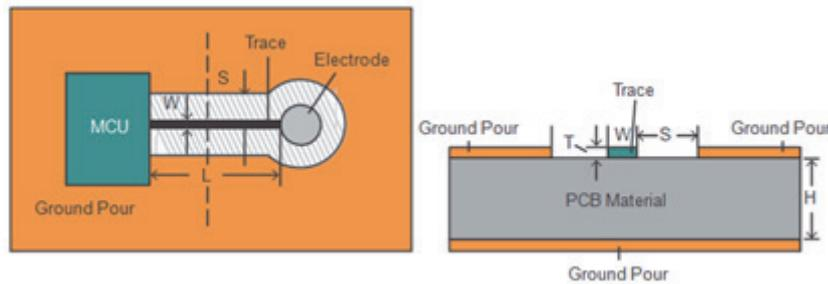

图 15: PCB 中走线的顶视图和截面图
走线的寄生电容由几个主要和次要的因素组成。简单来说， C_{trace} 是在电极走线和底层的地之间，以及电极走线和周围的铺地之间形成的电容，它是寄生电容的主要来源。。典型双层 PCB 的顶视图和截面图示于图 15。电容 C_{trace} 由走线宽度 (W)、电介质厚度 (H)、走线粗度 (T) 和 PCB 材料的相对介电常数 (ϵ_r) 决定。